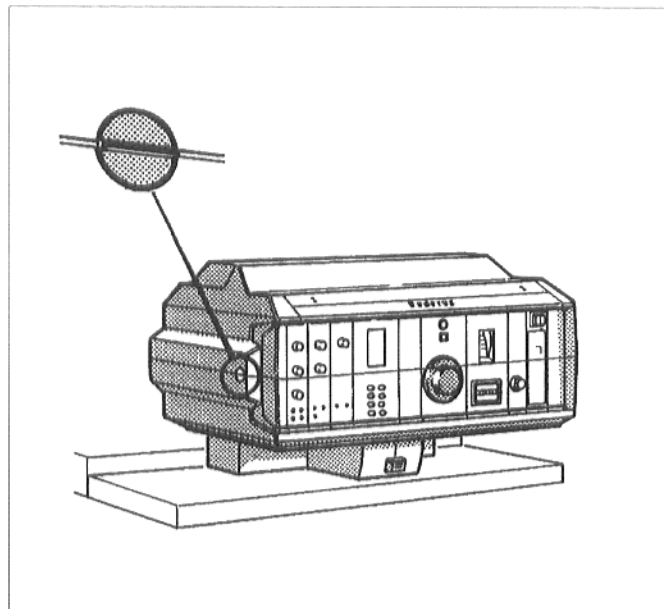

Fig. 1: Apparecchio di regolazione; togliere il coperchio trasparente
- Portare il taglio della vite per il fissaggio del coperchio trasparente dell'apparecchio di regolazione (Fig. 1) in posizione orizzontale servendosi per esempio di una monetina. Estrarre frontalmente il coperchio trasparente.
- Portare il taglio della vite per il fissaggio del coperchio trasparente dell'apparecchio di regolazione (Fig. 1) in posizione orizzontale servendosi per esempio di una moneta. Estrarre frontalmente il coperchio trasparente.